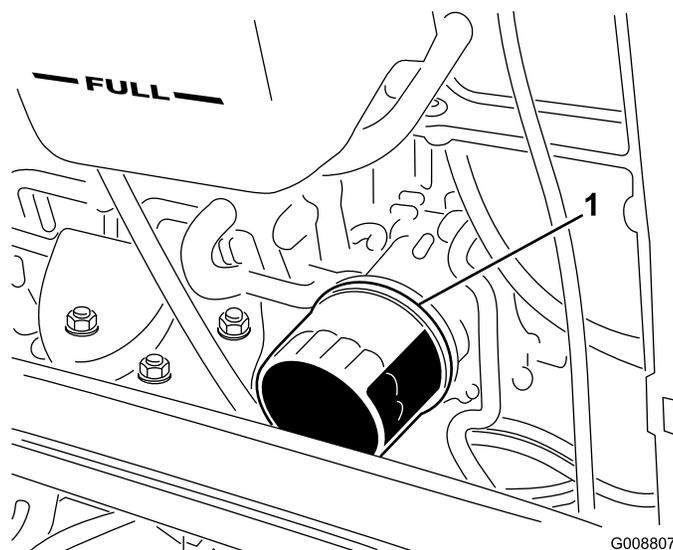

Figure 54
2. Déposez le filtre à huile (Figure 54). Appliquez une fine couche d'huile propre sur le joint du filtre de